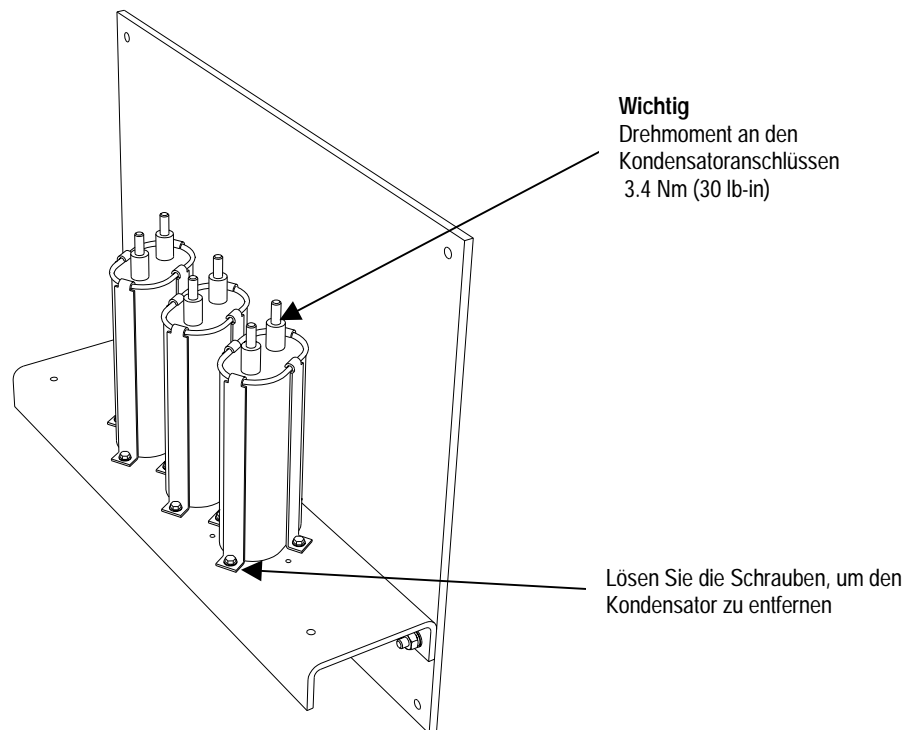

Bild 6.8 – Kondensatoren im Erdungsnetzwerk
6. Befestigen Sie die Kabelösen mit den 6.4-mm ($\frac{1}{4}$ inch) Verschraubungen (See Bild 6.8).